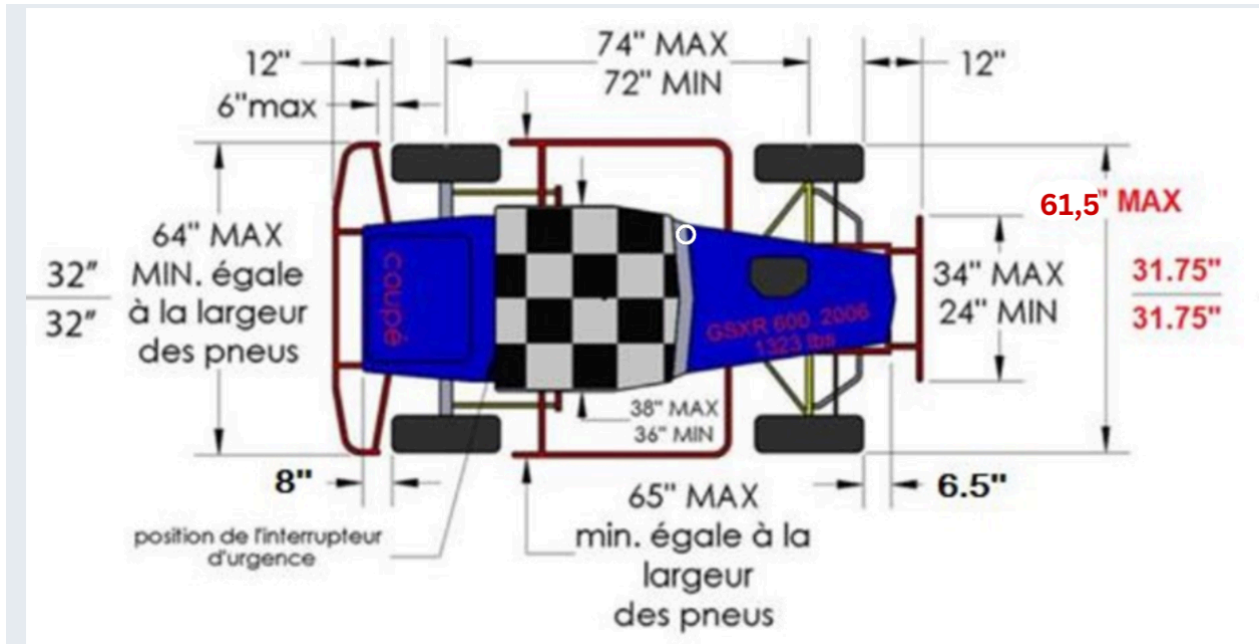

Figure 4 Mesure générale châssis coupé
20.4. Mesure générale à respecter / FIGURES 4 & 5